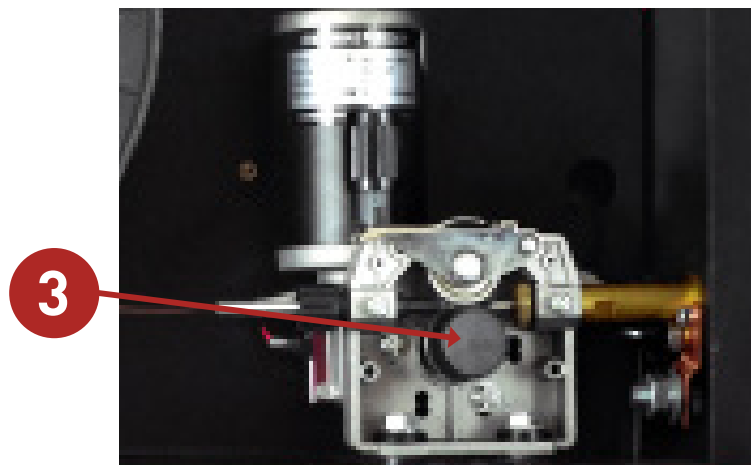

Fig. 2
- » Alinhe a roldana e aperte o parafuso da roldana, **Peça 3, Fig. 2;**